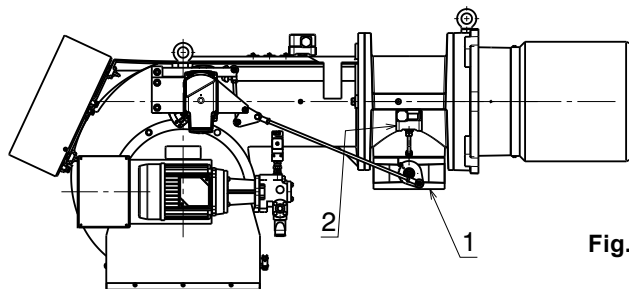

Fig. 27
Pression de gaz mesurée à la prise 2)(Fig. 27), avec :
Perte de charge vanne papillon gaz 1)(Fig. 27) avec ouverture maximale : 90°.
- soustraire de la pression du gaz à la prise 2)(Fig. 27) la pression dans la chambre de combustion.
Pression du gaz à la prise 2)(Fig. 27) = 32.9 mbars
Pour connaître par contre la pression de gaz nécessaire à la prise 2)(Fig. 27), après avoir défini la puissance de modulation maximale à laquelle on désire faire fonctionner le brûleur :
- Lire sur la droite, colonne 1, la pression à la prise 2)(Fig. 27).
Pression nécessaire à la prise 2)(Fig. 27).